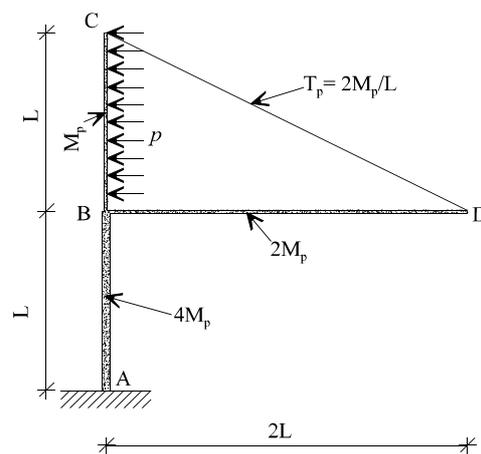

Figura 10
10) La estructura atirantada de la figura 10 está formada por tres vigas (AB , BC y BD) y un cable (CD). Los esfuerzos de plastificación de cada pieza se anotan en la propia figura. Sobre la viga vertical superior actúa la sobrecarga horizontal uniforme p que se muestra en la figura. Se considera que en la plastificación de las secciones de vigas influye únicamente el momento flector. Se pide: